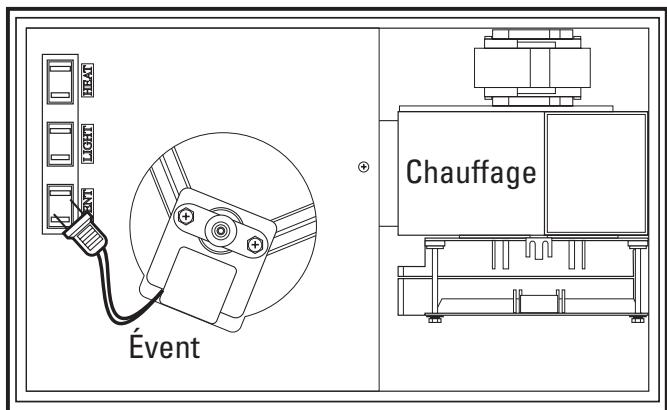
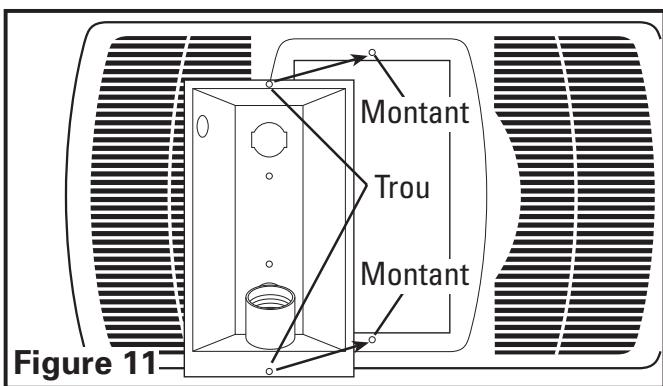

Figure 9
Figure 11
2. Insérer la fiche provenant de l'unité de chauffage dans le réceptacle marqué « CHAUFFAGE (HEAT) », et la fiche venant du ventilateur dans le réceptacle marqué « VENT » (**Figure 9**).
- Installer le réflecteur de lumière dans la grille en alignant les montants sur la grille avec les trous dans le réflecteur de lumière (**Figure 11**). Soulever le réflecteur de lumière et la grille jusqu'au châssis et insérer la fiche de la lumière dans le réceptacle marqué « LUMIÈRE (LIGHT) » (**Figure 9**).